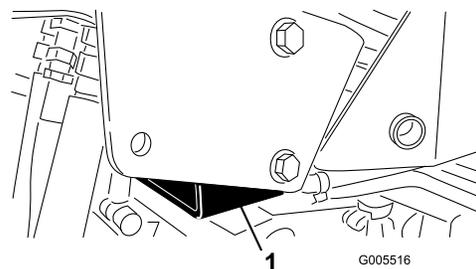

図 28
- 右側ジャッキパッド部分と、ROPS横転保護バーのサポートブラケットの近く **図 28**